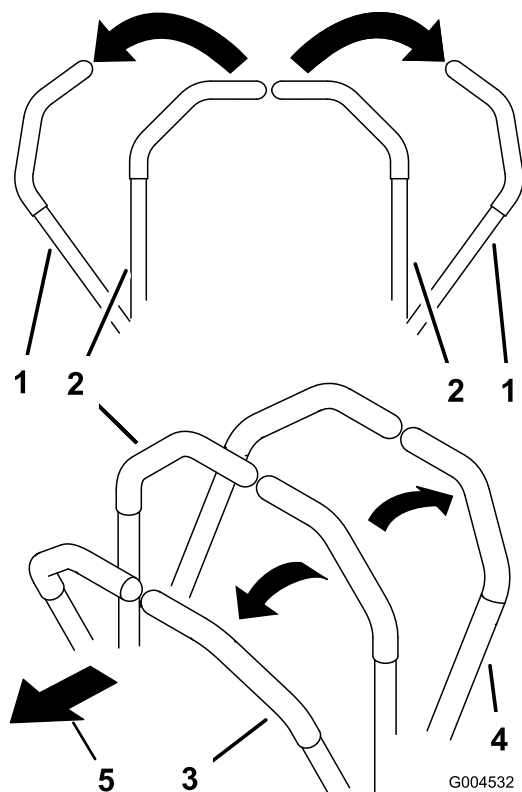

図 19
- 前方への直進走行両方のレバーをゆっくりと前に押す 図 19。
- 後方への直進走行両方のレバーをゆっくりと後に引く 図 19。
- 旋回両方のレバーを手前に引いて走行速度を落とし、曲がりたい方向と反対側のレバーを押す (図 19)。